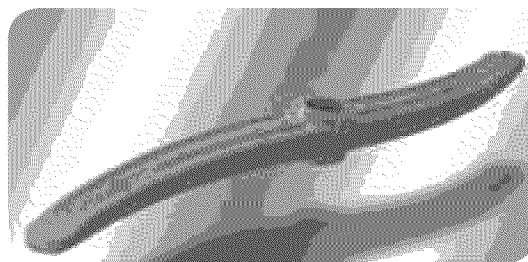

FIGURE 32
3. Enlever le bras gicleur, figure 32.